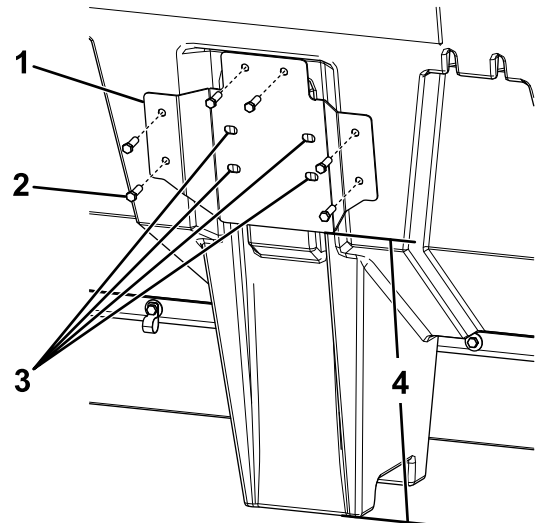
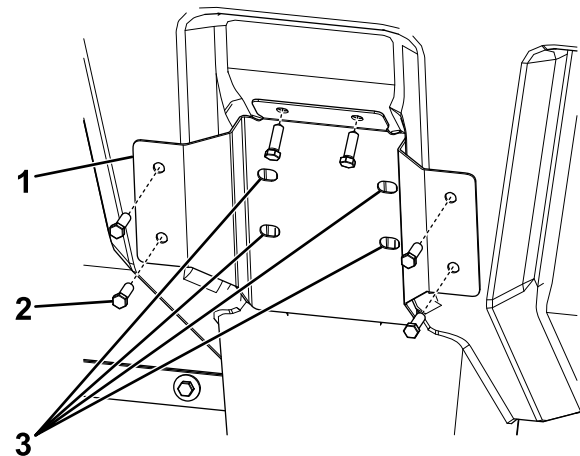

Figure 2
Figure 3
- Sur les épandeurs VBX 6500, le bas de la plaque de montage doit se trouver à environ 37 cm (14-9/16 po) du bas des pieds de l'épandeur (Figure 2).
- Sur les épandeurs VBX 8000, placez le côté en angle de la plaque de montage bien en appui contre l'angle sur le côté de la trémie (Figure 3).
- Sur les épandeurs VBX 9000, le bas de la plaque de montage doit se trouver à environ 40,7 cm (16-1/16 po) du bas des pieds de l'épandeur (Figure 2).
3. Repérez l'emplacement des 4 trous centraux de la plaque de montage sur la trémie (Figure 2 et Figure 3).
5. Fixez la plaque de montage extérieure sur la trémie à l'aide de 6 tire-fond (Figure 2 et Figure 3).